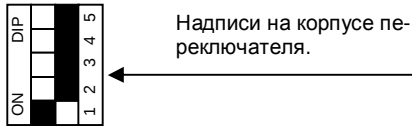

Рисунок 1. Схематическое обозначение массива переключателей на плате ВЭРС-БРУ.
7.7. На плате прибора предусмотрен массив переключателей, выполненных в едином корпусе (см. Рисунок 1, стр. 7). Эти переключатели предназначены для задания адреса ВЭРС-БРУ при работе совместно с ВЭРС-ПК и для перевода ВЭРС-БРУ в режим работы по открытому протоколу.